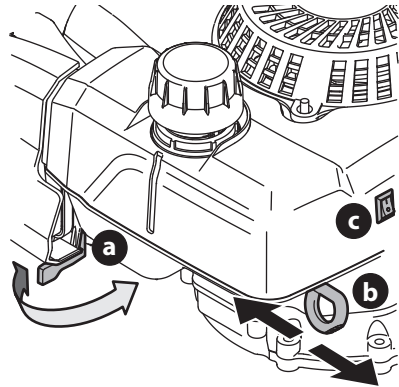

Figure 7
1. Le cas échéant, vérifiez que la soupape de carburant (a) est ouverte (Figure 7).